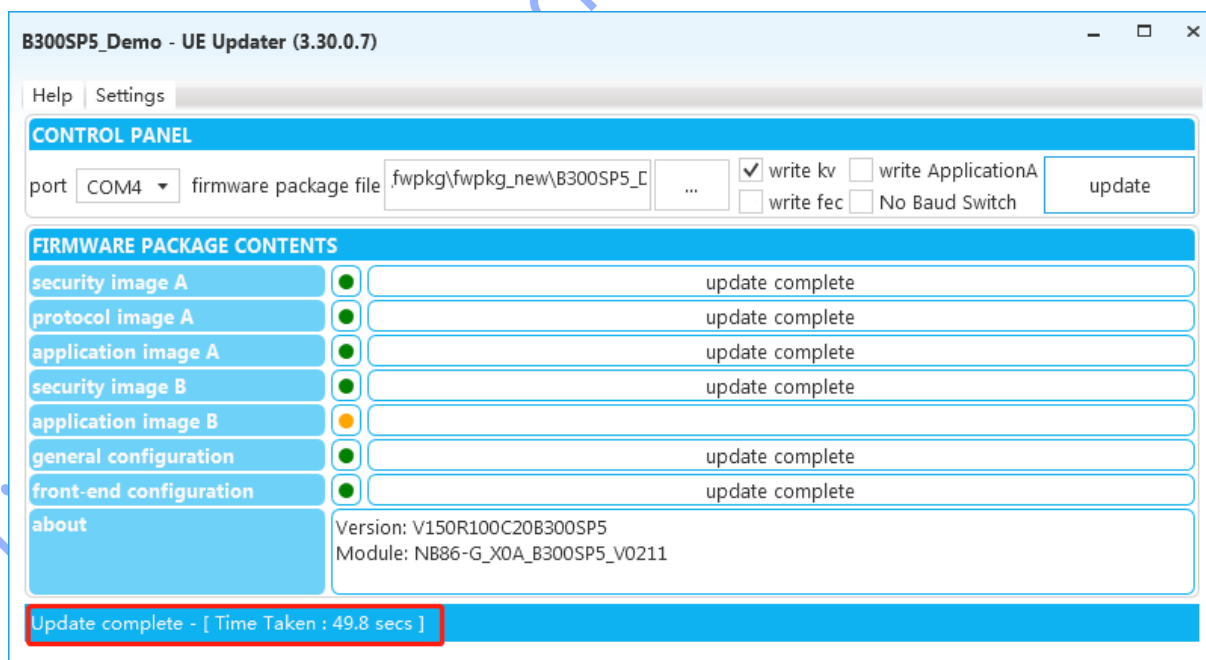

图 3-8 升级固件完成界面
5、升级完成后软件下方会显示升级完成和升级耗费的时间如图 3-8.